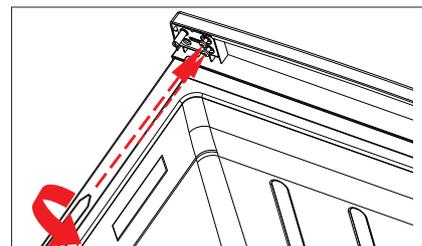

Fig. 8
- ▶ Fastgør øverste hængsel med de to skruer med en stjerneskruetrækker på venstre side (fig. 8).